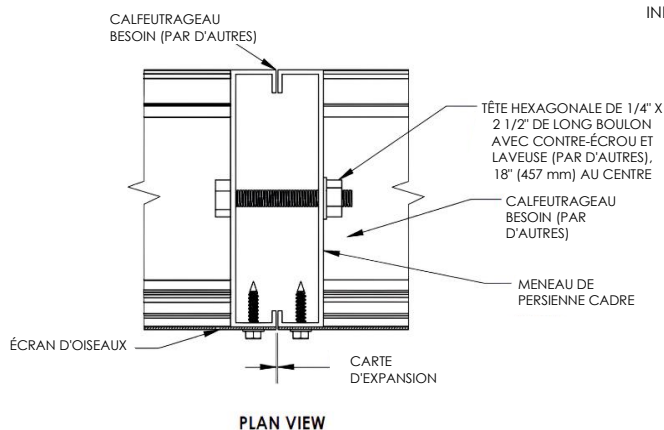
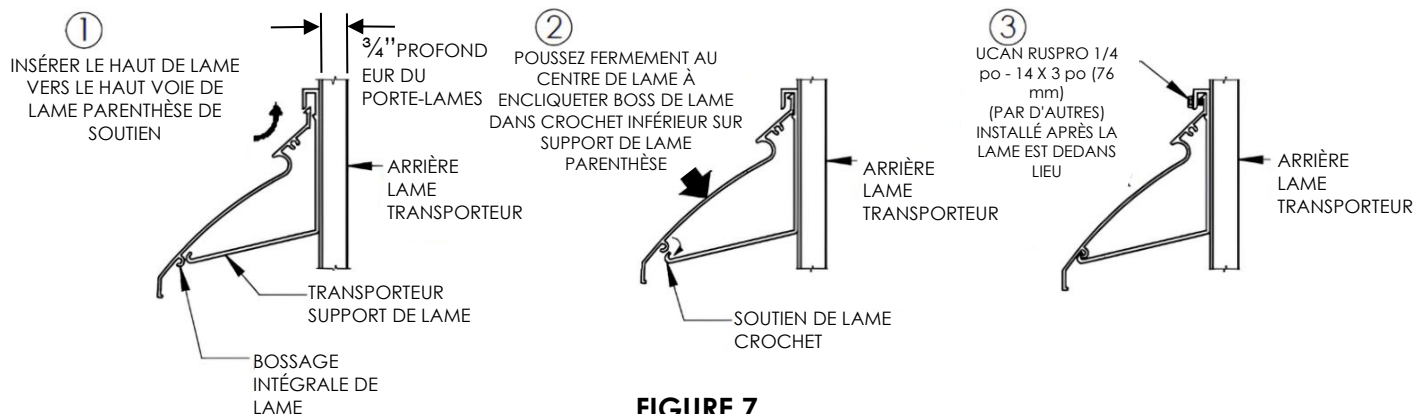
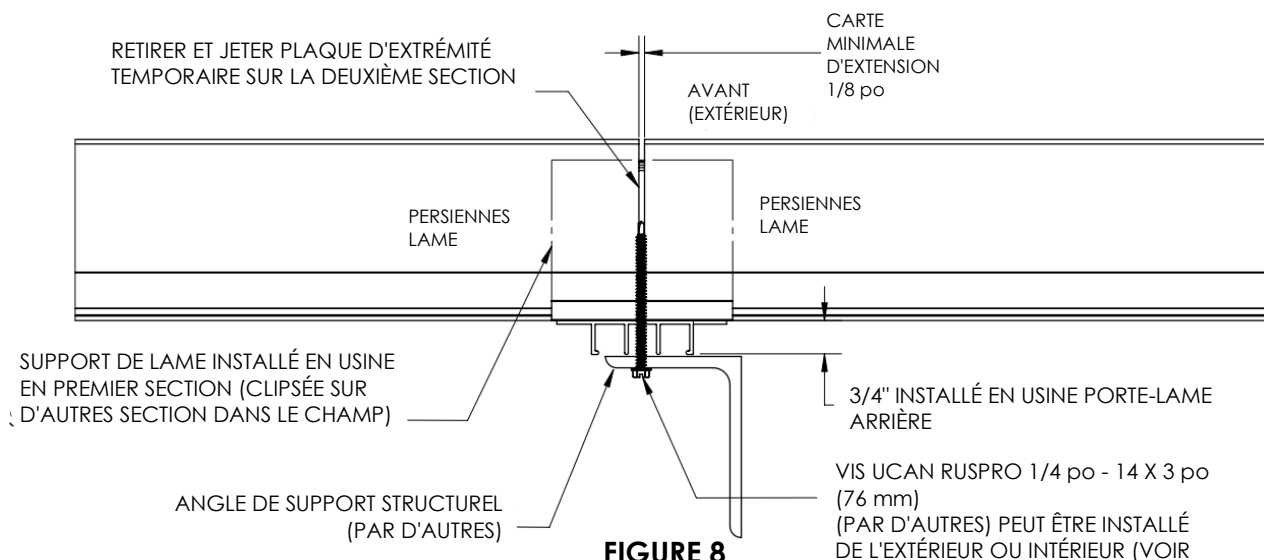

FIGURE 3
FIGURE 7
FIGURE 8
Installez d'abord la section de gauche (vue de l'extérieur du bâtiment), puis les autres sections progressivement, de gauche à droite. Utilisez des cales pour positionner la persienne de manière à ce qu'elle soit de niveau et d'aplomb dans l'ouverture et que l'espace d'étanchéité souhaité soit respecté sur le périmètre. Une fois la persienne correctement positionnée, fixez le cadre périphérique aux équerres de fixation, et les montants/soutiens de lames intermédiaires arrière aux renforts structurels à l'aide de vis autotaraudeuses en acier inoxydable n° 12 x 25 mm (fournies par un tiers), espacées de 457 mm maximum. (Voir la figure 7 pour les détails du centre.) Pour les montants verticaux plus hauts (à lames fixes seulement) sans entretoises, les cadres de montants peuvent être fixés directement entre eux à l'aide de boulons d'un diamètre minimal de 6,35 mm (¼ po) et d'une longueur minimale de 63,5 mm (2½ po), avec écrous de blocage et rondelles, espacés d'au maximum de 457 mm (18 po) (voir figures 3 et 4). Une fois la fixation terminée, installez les joints de fond de trou si nécessaire (à la charge d'un tiers) et appliquez le mastic (à la charge d'un tiers) sur le pourtour de la persienne.
CADRES DE MENEAU VISIBLES FIXES ENSEMBLE AVEC DES BOULONS TRAVERSANTS ET DES ÉCROUS. (PAR D'AUTRES. VOIR AUSSI LA FIGURE 3 CI-DESSUS), 60 WX 120 H (1524 X 3048) TAILLE INDIVIDUELLE MAXIMALE DU PANNEAU
3) APRÈS AVOIR RETIRÉ LE MONTANT TEMPORAIRE, JOIGNEZ LES DEUX SECTIONS DE PERSIENNES À L'AIDE DU SUPPORT DE LAME (VOIR FIG 7 ET 8)
Installez d'abord la section de gauche (vue de l'extérieur du bâtiment), puis les autres sections progressivement, de gauche à droite. Utilisez des cales pour positionner la persienne de manière à ce qu'elle soit de niveau et d'aplomb dans l'ouverture et que l'espace d'étanchéité souhaité soit respecté sur le périmètre. Une fois la persienne correctement positionnée, fixez le cadre périphérique aux équerres de fixation et les montants/soutiens de lames intermédiaires arrière aux renforts structurels, à l'aide de vis autotaraudeuses en acier inoxydable n° 12 x 25 mm (non fournies). Après avoir retiré la plaque d'extrémité temporaire de la deuxième section, installez-la en alignant les extrémités des lames avec les supports de lames correspondants installés en usine sur la première section, et en guidant le haut de chaque lame dans la rainure supérieure du support correspondant. (voir la figure 7). Pressez fermement au centre de chaque extrémité de la lame pour enclencher le bossage de lame intégré dans le crochet du support de lame. Fixez chaque lame au support et au porte-lame à l'aide d'une vis autotaraudeuse en acier inoxydable n° 12 x 25 mm (non fournie). (voir les figures 7 et 8). La section doit être positionnée de manière à prévoir un jeu de dilatation minimal de 3 mm (1/8 po) entre les extrémités des lames. Répétez l'opération pour les autres sections. Une fois la fixation terminée, installez les joints de fond de panier si nécessaire (à la charge d'un tiers) et appliquez le mastic (à la charge d'un tiers) sur le pourtour du cadre. À une distance de 3 m (10 pi), les lames doivent paraître droites et parfaitement alignées (voir figure).
Installez d'abord les sections inférieures. Commencez par la section la plus à gauche (vue de l'extérieur du bâtiment), puis les autres sections progressivement, de gauche à droite (voir figure 8). Utilisez des cales pour positionner la persienne de manière à ce qu'elle soit de niveau et d'aplomb dans l'ouverture et que l'espace d'étanchéité souhaité soit respecté sur le pourtour. Une fois la persienne en position, fixez le cadre périphérique aux équerres de fixation et les montants/soutiens de lames intermédiaires arrière aux renforts structurels à l'aide de vis autotaraudeuses en acier inoxydable n° 12 x 25 mm (non fournies). Après avoir retiré la plaque d'extrémité temporaire de la deuxième section, installez-la en alignant les extrémités des lames avec les supports correspondants installés en usine sur la première section, et en guidant le haut de chaque lame dans la rainure supérieure du support (voir figure 7). Appuyez fermement au centre de chaque extrémité de la lame pour enclencher le bossage intégré dans le crochet du support. Fixez chaque lame au support et au chariot à l'aide de vis autotaraudeuses en acier inoxydable n° 12 x 25 mm (non fournies) (voir figures 7 et 8). La section doit être positionnée de manière à assurer un jeu de dilatation approprié entre les extrémités des lames. Répétez l'opération pour les sections supérieures. Un mince cordon de scellant peut être appliqué entre les sections supérieure et inférieure du cadre latéral pour assurer l'étanchéité, notamment sur les persiennes drainantes. Les sections supérieure et inférieure peuvent être assemblées au niveau des montants latéraux à l'aide d'équerres de jonction. Fixez les supports de lame arrière supérieurs et inférieurs aux renforts structuraux à l'aide de vis en acier inoxydable n° 12 x 1-1/2 po (non fournies) (voir figure 11). Une fois la fixation terminée, installez les joints de fond de joint, si nécessaire (non fournis), et appliquez du scellant (non fourni) sur le pourtour du cadre.